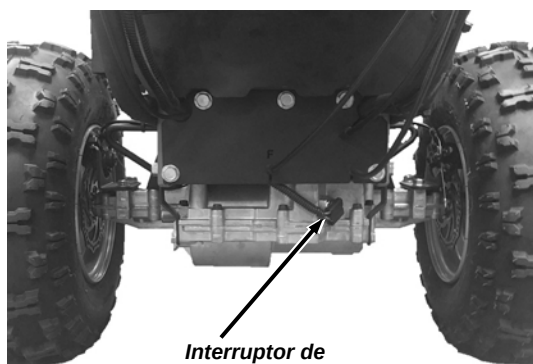

Figura 17
2. Compruebe que el interruptor de seguridad de punto muerto en la parte trasera del transeje está conectado en caso de que se haya aflojado durante el transporte. (**Figura 17**).